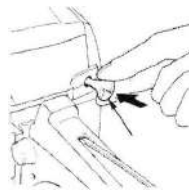

Рис. 5.2.2
3) После первых вспышек в цилиндре переведите рычаг воздушной заслонки в положение открыто  откр. См. рис. 5.2.2